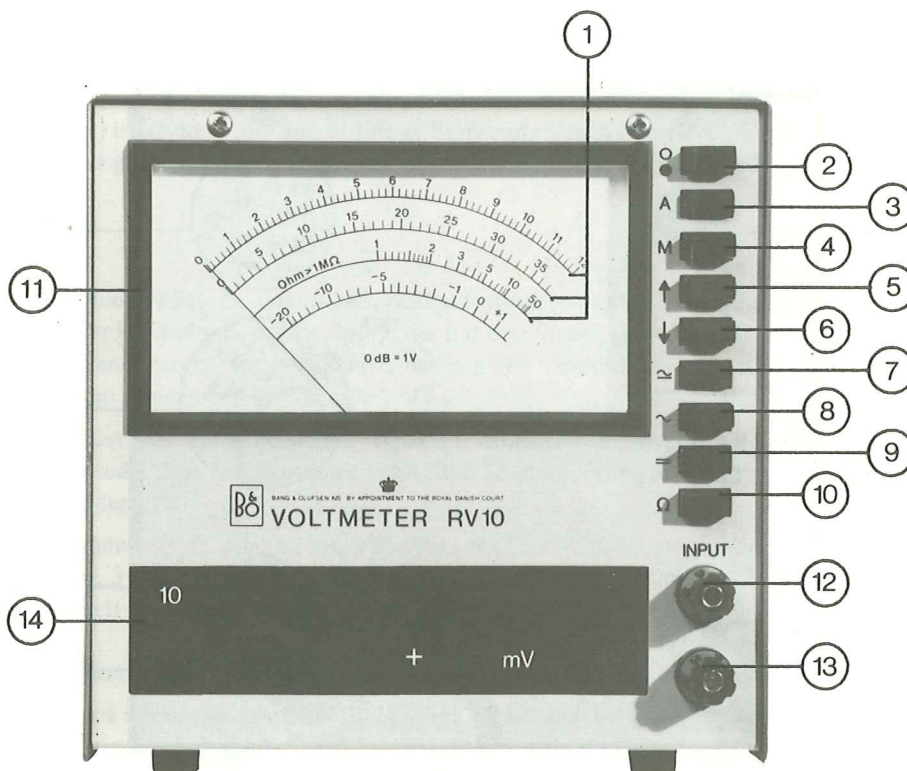
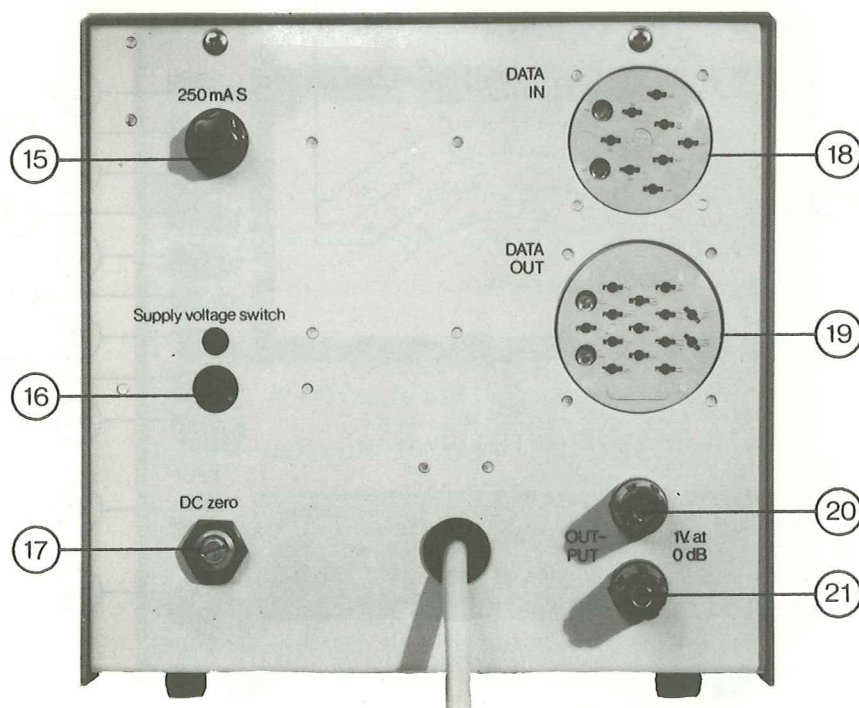

Fig. 1. Voltmeter RV10 set forfra.
Fig. 2. Voltmeter RV10 set bagfra.
Instrumentets betjening fremgår af fig. 1 og fig. 2.
Udgangsspændingen på monitor-udgangen (20/21), fig. 2, er analog med indgangsspændingen og proportional med udslaget på drejespoleinstrumentet. Ved fuldt udslag (0 dB) er udgangsspændingen 1 V, hvoraf følger, at den maksimale forstærkning bliver 40 dB (100 gange).
Samtlige funktioner, svarende til trykknapperne på forsiden af multimeteret, kan fjernbetjenes via "DATA-IN"-multifatningen (18), fig. 2.